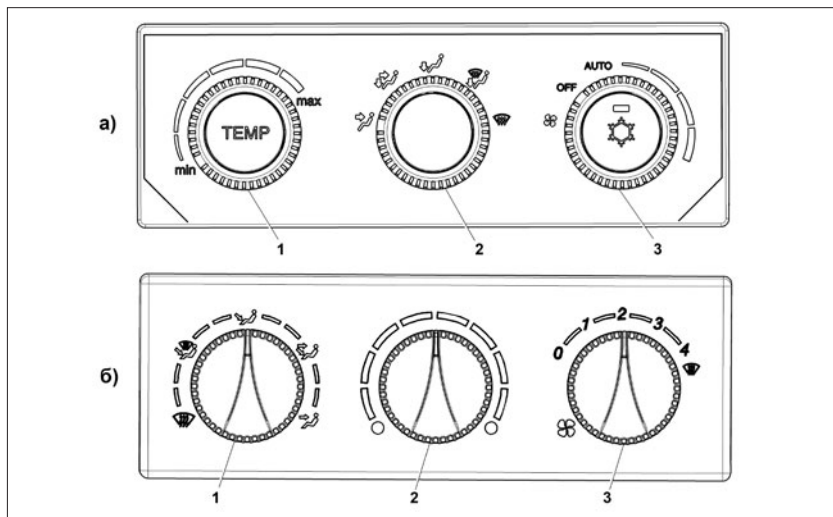

Рис. 69. Переключатели:
6 – поворотные переключатели системы автоматического управления климатической установкой (**в варианте исполнения** – системы автоматического управления отопителем), см. рис. 69;
8 – контроллер системы автоматического управления климатической установкой (рис. 69):
9 – контроллер системы автоматического управления отоплением (**в вариантном исполнении**), рис. 69б:
Управление распределением воздуха в салоне (рис. 69) имеет следующие обозначения:
- переключатель «1» (рис. 69б) установить в положение  для удаления запотевания или обмерзания;
- переключатель «1» (рис. 69б) установить в положение ;
Для размораживания стекол в холодное время года необходимо переключателем «2» (рис. 69б) установить максимальную температуру подаваемого воздуха и включить переключатель «3» в одно из минимальных положений, например, режим «1». По мере прогрева двигателя установите переключатель «3» в положения «2» или «3».